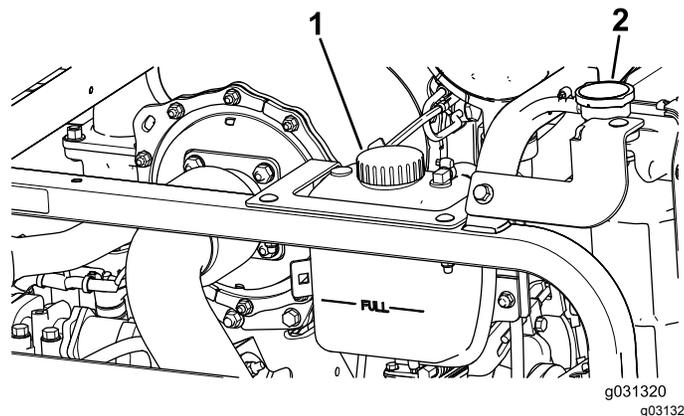

Рисунок 106
1. Осторожно снимите крышку радиатора и крышку расширительного бачка (Рисунок 106).
2. Проверьте уровень охлаждающей жидкости в радиаторе (Рисунок 106).